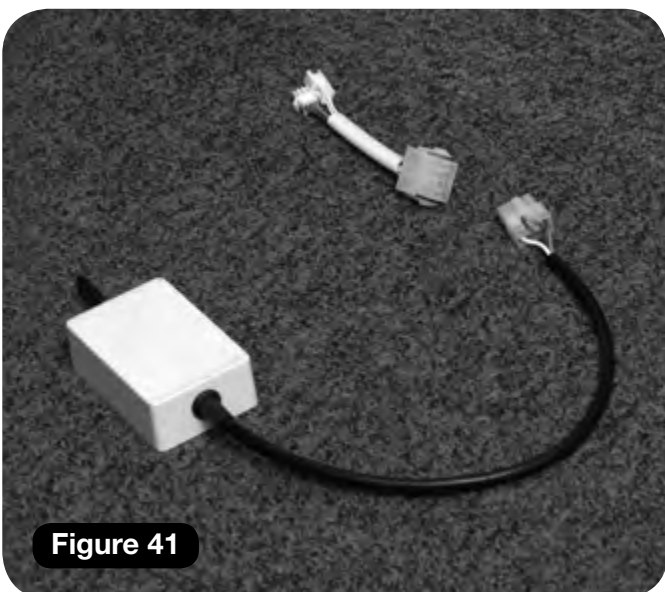

Figure 41
- a Connecteur à 8 voies de manette de commande (réf. 181001.50083) et faisceau de conversion (SIM22900) – faisceaux de siège, de direction, d'interrupteur à clé et de mécanisme de pivotement (**Figure 41**).